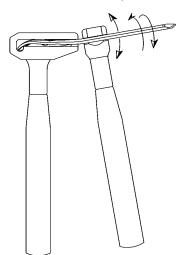
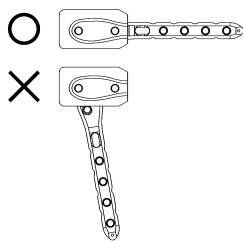

図2-1
図2-2
- 3) 骨面への設置性を確実にする為、必要に応じプレートのベンディングを行います。遠位部のプレート設置位置は、腓骨遠位端より約5mmとなります。骨幹部にハンドベンダー、遠位部に腓骨ロックプレート用ハンドベンダーを装着し、遠位部と骨幹部の間にひねり（内旋/外旋）を加えるか、内外への曲げを行います。ロックングスクリューホールが破壊されないよう慎重にベンディングを行って下さい。（図2-1、図2-2）